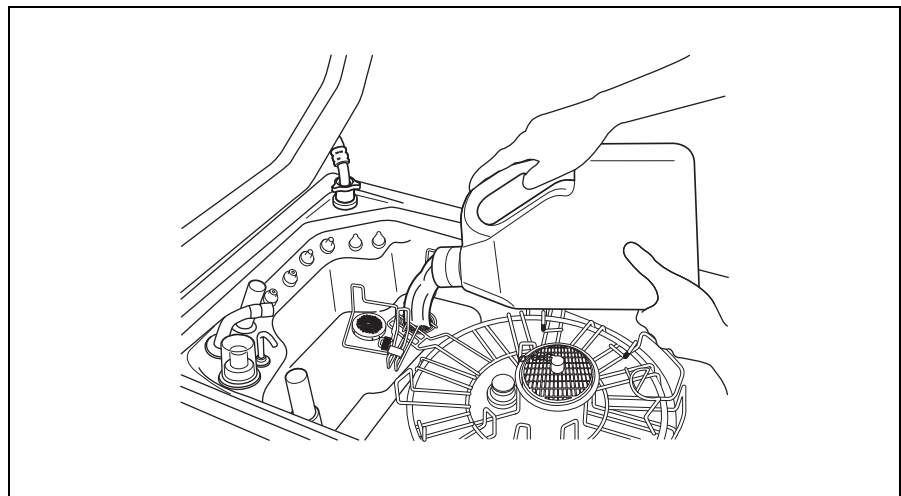

Рис. 7.81
6. Медленно залейте раствор дезинфицирующего средства в дренажный порт резервуара обработки (см. Рис. 7.81).